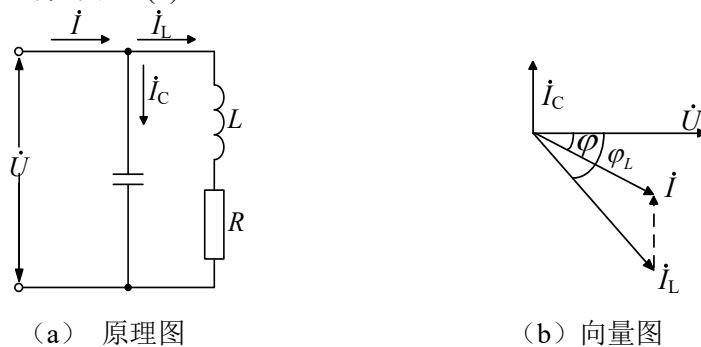

图 2.4 提高感性负载功率因素的方法
由于日光灯电路中含有镇流器，它是一个电感量较大的线圈，因而整个电路成为感性负载，功率因数不高，提高感性负载功率因数的通常方法就是在其两端并联补偿电容器如图 2.4(a)所示，电容器将产生一个超前电压 90° 的容性电流来补偿负载中的感性电流，使得补偿后的总电流 $|I|$ 小于补偿前的电流 $|I_L|$ ，相位角 $\varphi < \varphi_L$ ，故 $\cos\varphi > \cos\varphi_L$ ，详见图 2.4(b)。
2. 仔细理解原理图 2.4(b)并参照该图，结合表 2.3 中数据，在坐标纸上分别画出 $C=0\mu\text{F}$ 、 $C=3.2\mu\text{F}$ 、 $C=4.7\mu\text{F}$ 和 $C=5.7\mu\text{F}$ 时相应的 U 、 I 、 I_C 和 I_R 关系相量图，注意每组图上都需标清角 φ 的位置和值。